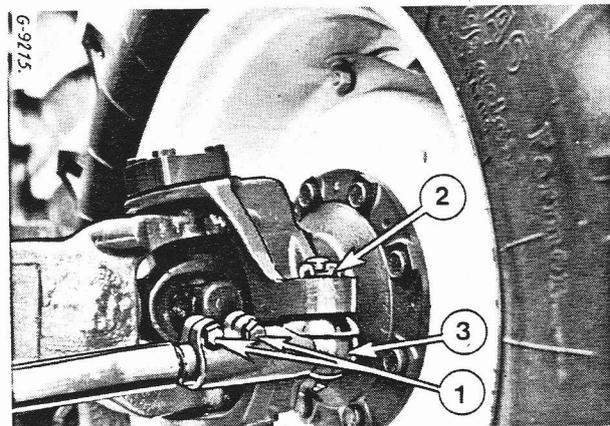

Figure 104 - Essieu avant 4 roues motrices
- Desserrez les vis du collier (1, fig. 104).
- Démontez l'écrou crénelé (2) et, suivant le cas, vissez ou dévissez la rotule (3) sur la barre d'accouplement de manière à obtenir le pincement correct.